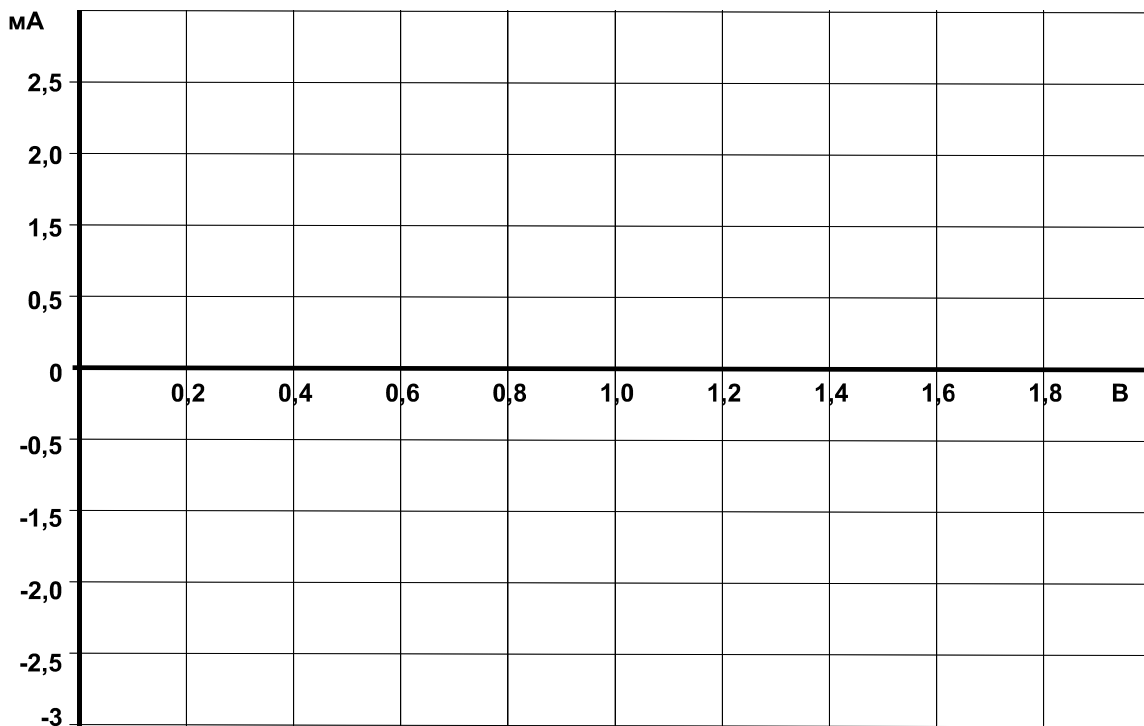

Рис. 6.2.3
- На рис. 6.2.3 постройте графики $I_y(U_{yk})$ при увеличении и уменьшении напряжения. На графике отметьте напряжения $U_{отп}$ и ток $I_{отп}$.